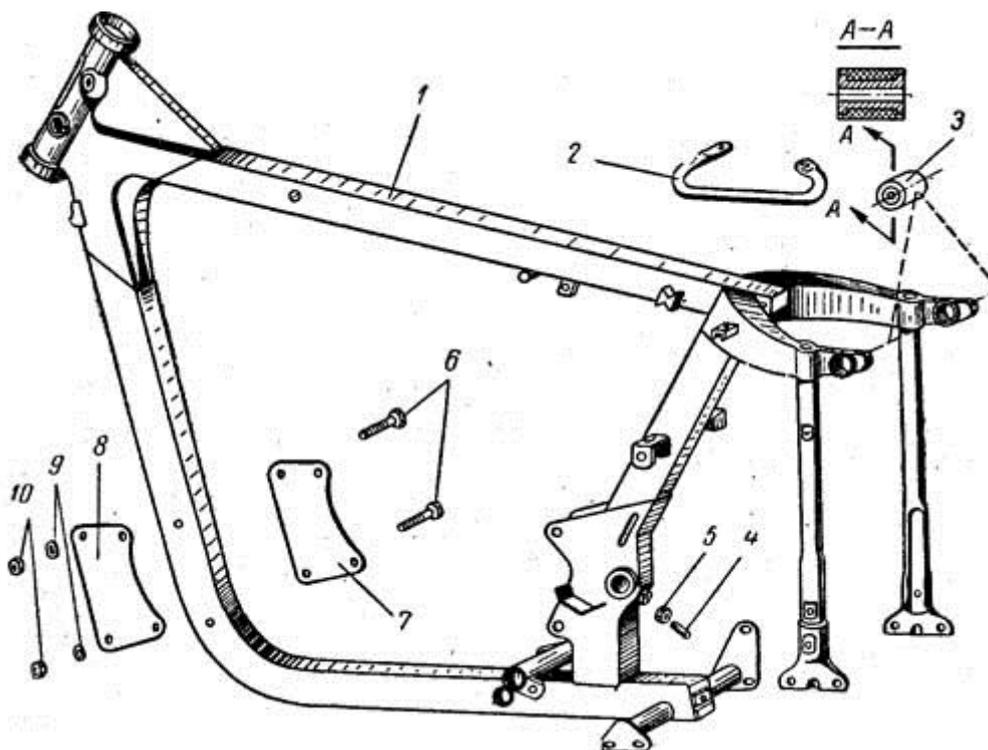

Рис. 53. Детали рамы:
**Устройство.** Рама (рис. 53) - трубчатая, закрытого типа, одинарная; сварена из стальных труб прямоугольного сечения. Рама мотоциклов моделей 250 и 350 см2 одинаковы.